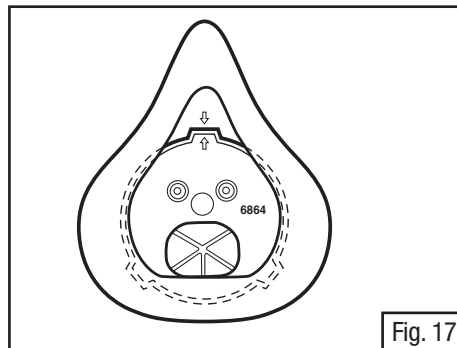

Fig. 17
2. Para reemplazar, coloque el ensamble de copa nasal en las flechas de alineación del adaptador central (Fig. 17).
7. Reemplace el ensamble de copa nasal (Fig. 17).